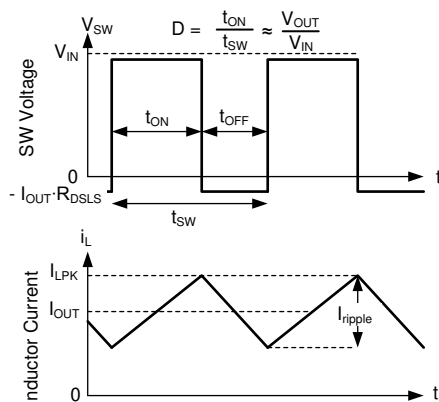

图 7-18. 连续导通模式 (CCM) 下的 SW 电压和电感器电流波形
有关 LM644A2-Q1 的以下运行说明，请参阅 功能方框图 和 图 7-18 中的波形。两者都以变化的占空比 (D) 打开内部高侧 (HS) 和低侧 (LS) NMOS 开关，从而提供稳定的输出电压。在 HS 开关导通期间，SW 端子电压 V_{SW} 摆动至大约 V_{IN} ，电感器电流 i_L 以线性斜率增加。HS 开关由控制逻辑关闭。在 HS 开关关闭时间 t_{OFF} ，LS 开关打开。电感器电流通过 LS 开关放电，这会强制 V_{SW} 通过 LS 开关两端的压降摆动到地电位以下。稳压器环路调节占空比以保持恒定的输出电压。D 由 HS 开关在开关周期内的导通时间定义： $D = T_{ON}/(T_{ON} + T_{OFF})$ 。